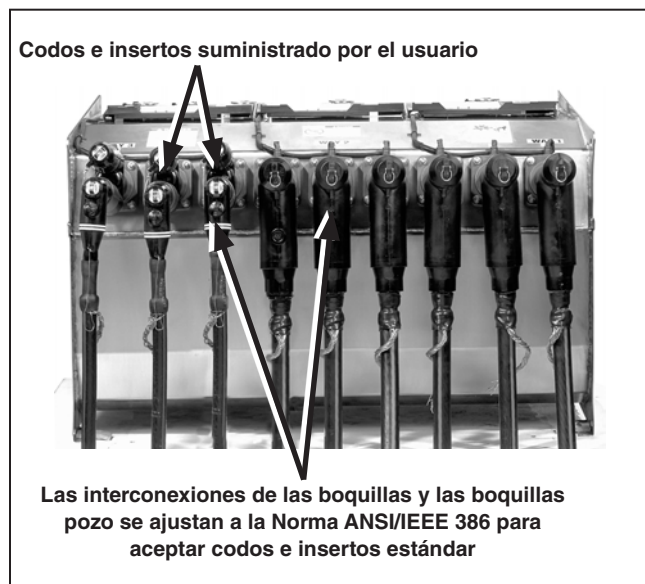

Figura 15. Se ilustra el tanque del interruptor Vista con codos e insertos suministrados por el usuario. (Unidad manual mostrada con fines de ilustración).
- PASO 2.** Termine las conexiones de los cables con codos, siguiendo las instrucciones del fabricante de los mismos. Ver Figura 15.